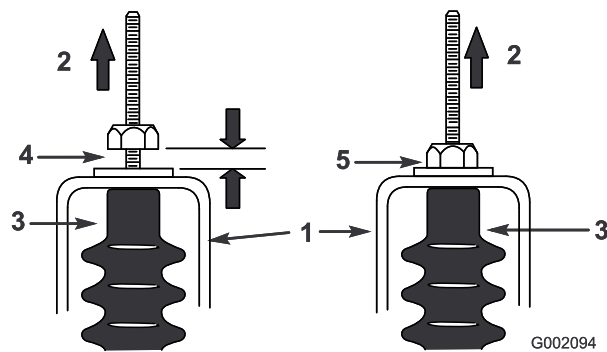

図 29
5. それぞれのシフトケーブルを引っ張って、ナット/ワッシャとニュートラルブラケットとの間に 0.76-1.52 mm のすきまがあることを確認する(図 29)。すきまがない場合にはナットを調整して 0.76-1.52 mm のすきまを作る。